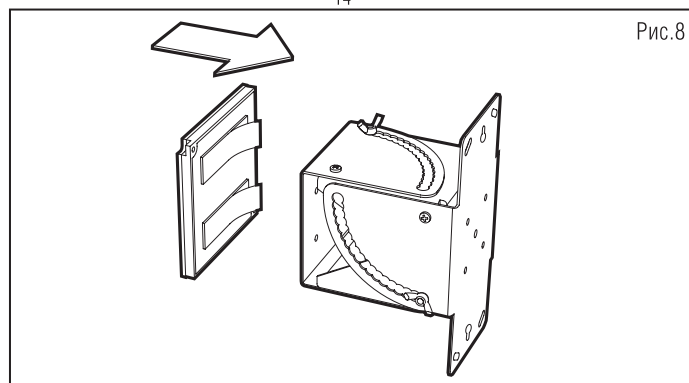

Рис.8
- входящим в комплект двухсторонним скотчем прикрепить отражатель к скобе горизонтальной, как показано на рис. 8.